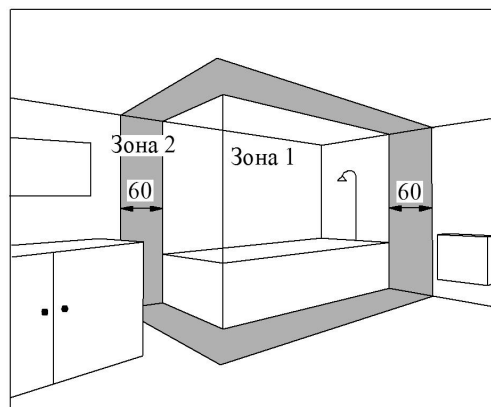

Рис. 4
4.6 Конвектори допускається встановлювати в приміщеннях з підвищеною вологістю – ванних кімнатах, душових, басейнах (рис. 4).